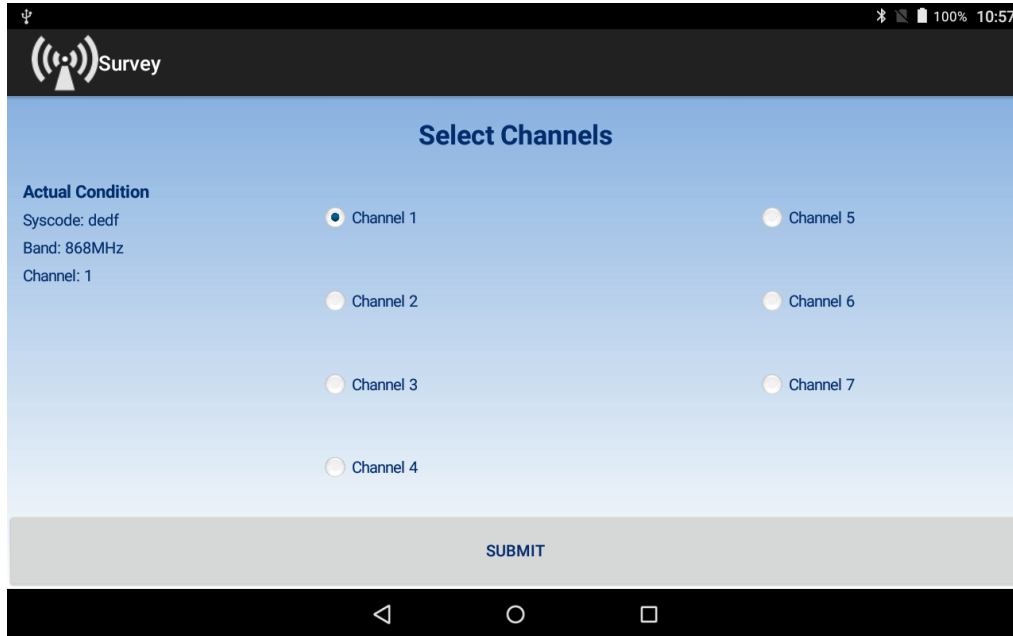

Figura 17
1. Toccare il canale desiderato (figura 17).